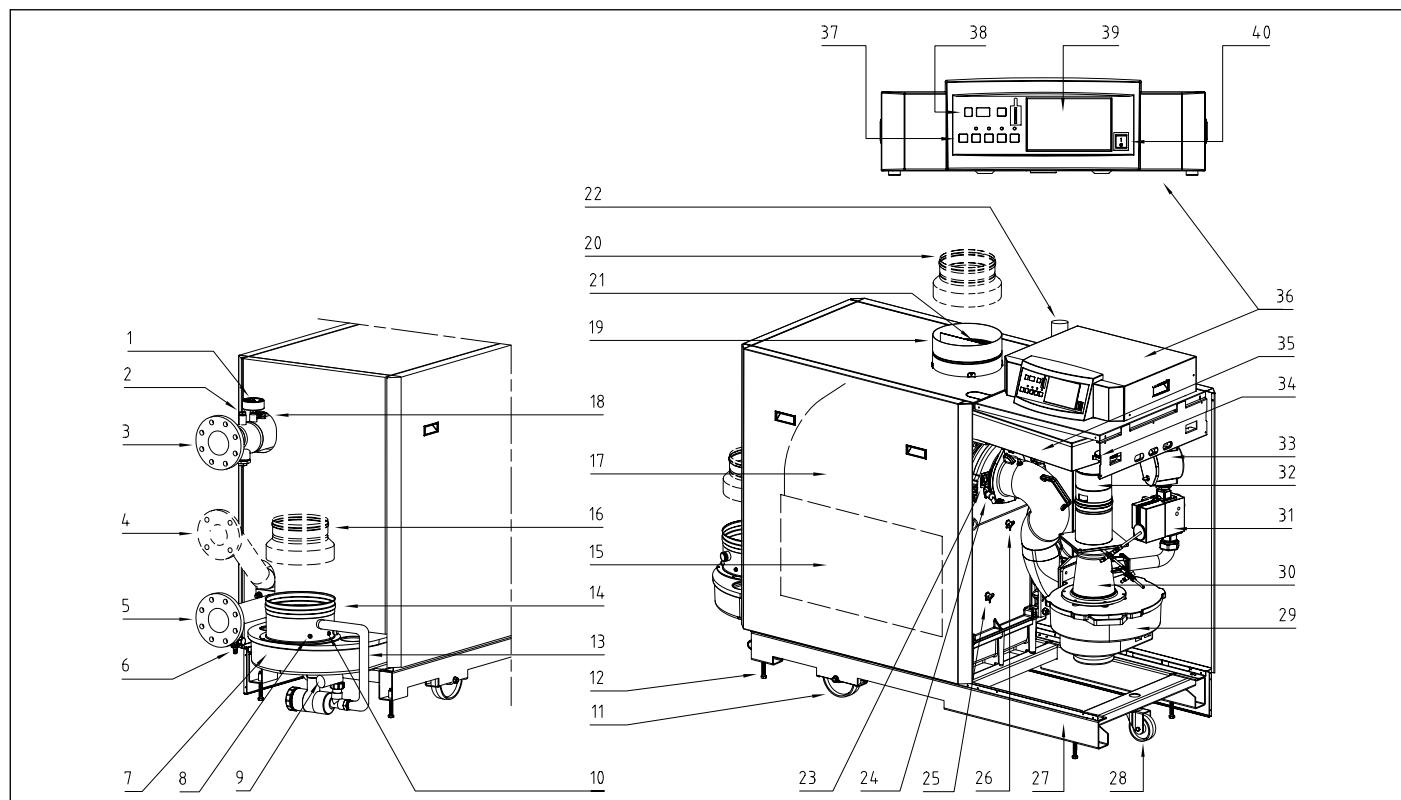

fig. 01 Coupe Remeha Gas 310 ECO
A l'entrée du ventilateur (7) se trouve le venturi (6) dans laquelle le gaz est injecté (voir fig. 01.). Lors d'une demande de chaleur le ventilateur pré-ventile. Le ventilateur aspire l'air de combustion par l'orifice d'admission d'air (1), puis l'air est mélangé dans la venturi avec le gaz provenant du bloc gaz combiné (10). Le mélange air/gaz homogène est ensuite véhiculé par le ventilateur vers le brûleur. En fonction des réglages et des températures mesurées par les sondes, la puissance de la chaudière est réglée automatiquement.